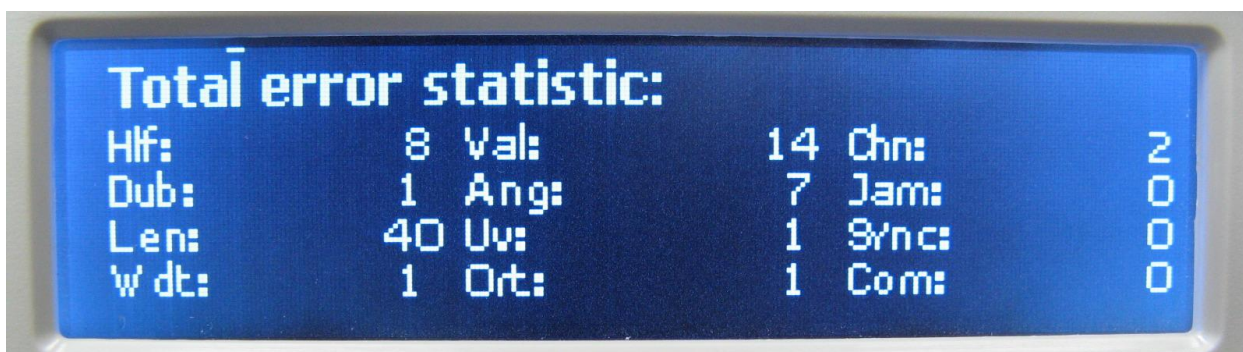

Рис. 166
10.1.2.2 Подменю «Total error statistic» содержит информацию по всем видам зафиксированных ошибок и их количеству (см. Рис. 166, п. 10.2 Сообщения об ошибках):